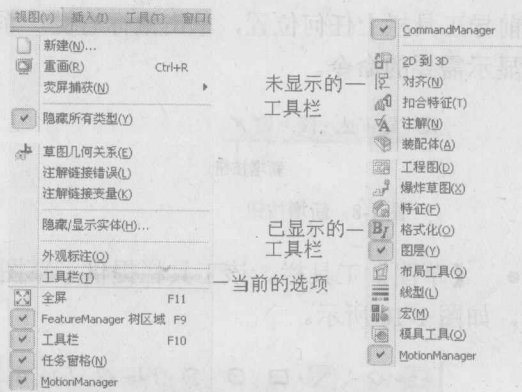

图 1-6 工具栏配置方式之二
- 选择菜单命令【视图】/【工具栏】后，单击选择需要配置的工具栏名称，即可将其在界面中显示。按钮灰化表示已经显示，如 特征(F)，反之可取消显示，如 特征(F)，如图 1-6 所示。